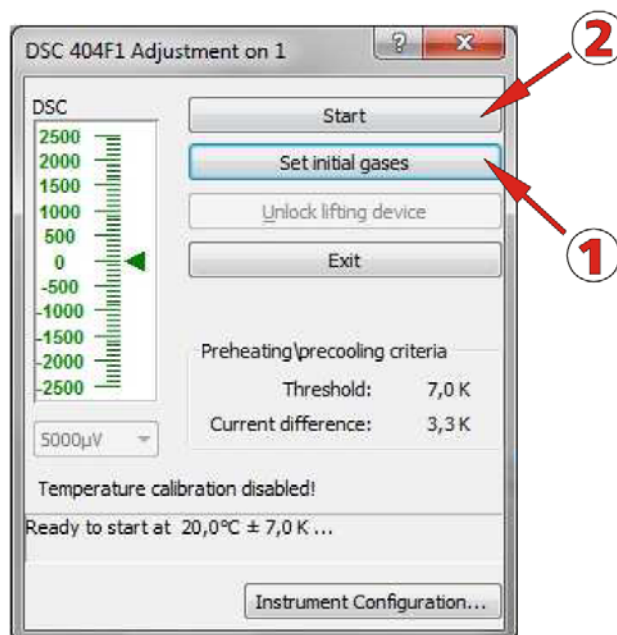

Figure 17 : DSC 404F1
Cliquer sur l'icône « Start the measurement », la fenêtre DSC 404 F1 s'ouvre (Figure 17). Cliquer sur « Set initial gases » (1) attendre quelques secondes le temps que le flux se stabilise puis sur « Start » (2).